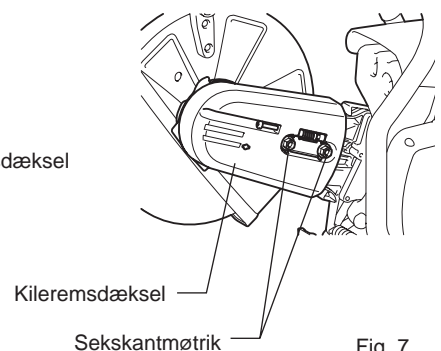

Fig. 7
- (7) Monter kileremsdækslet. (Fig. 7)